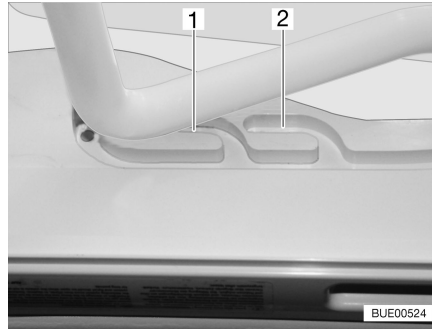
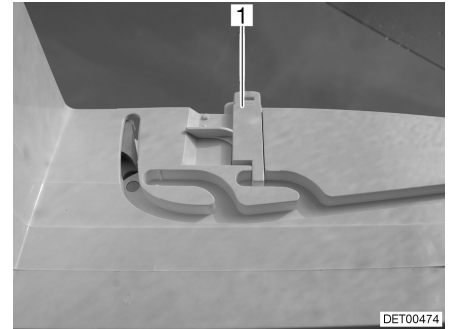

Fig. 23 Lanterneau Heki en position de ventilation
Fig. 24 Verrouillage position de ventilation
Il est possible d'amener le lanterneau Heki en deux positions de ventilation : Position pour mauvais temps (Fig. 23,1) et position intermédiaire (Fig. 23,2). Selon l'équipement, il est possible de verrouiller le lanterneau en position intermédiaire avec les deux verrous (Fig. 24,1) à gauche et à droite du cadre du lanterneau.
- Pousser légèrement l'étrier vers le haut, le pousser dans la glissière choisie (Fig. 23,1 ou 2) et le verrouiller si nécessaire.